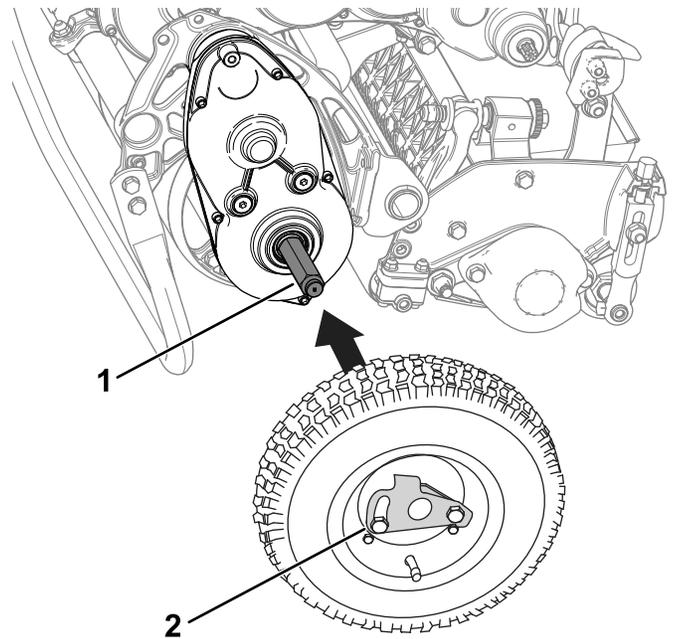

Figure 18
2. Glissez une roue sur un arbre (Figure 18).
3. Faites pivoter le clip de verrouillage (Figure 18) pour l'éloigner du centre de la roue et lui permettre de coulisser plus avant sur l'arbre.